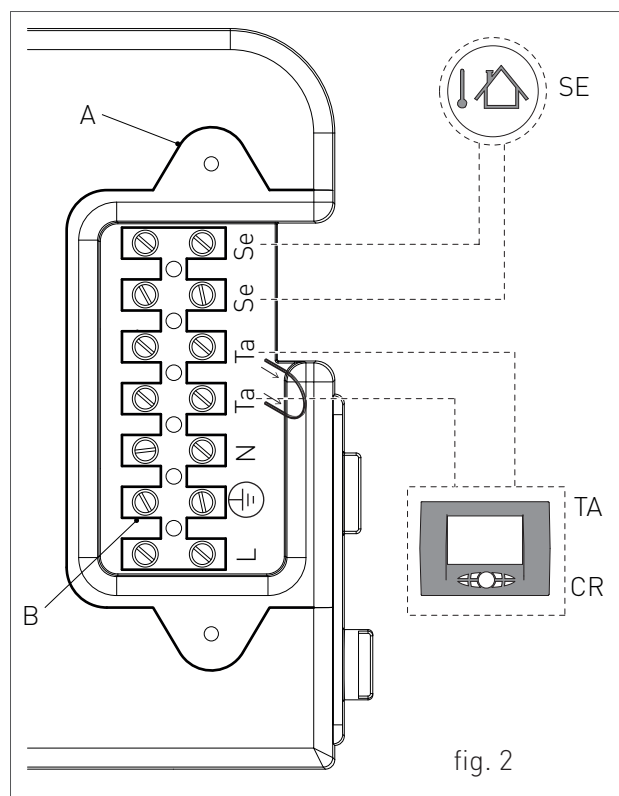

fig. 2
Montare il box di neutralizzazione condensa, completo di granulato e carboni attivi, per una potenza trattata fino a 350 kW (vedi fig.2). Il dispositivo consente di neutralizzare la condensa che si raccoglie nei generatori termici e/o nei sistemi di scarico fumi in acciaio inox, plastica, vetro o ceramica.
- › rimuovere il mantello frontale della caldaia (vedi capitolo ACCESSO ALLA CALDAIA); svitare le due viti e rimuovere il piastrino "A" (vedi fig. 2).
- › Una volta rimosso il piastrino effettuare i seguenti collegamenti sulla morsetteria "B" (vedi fig. 2):